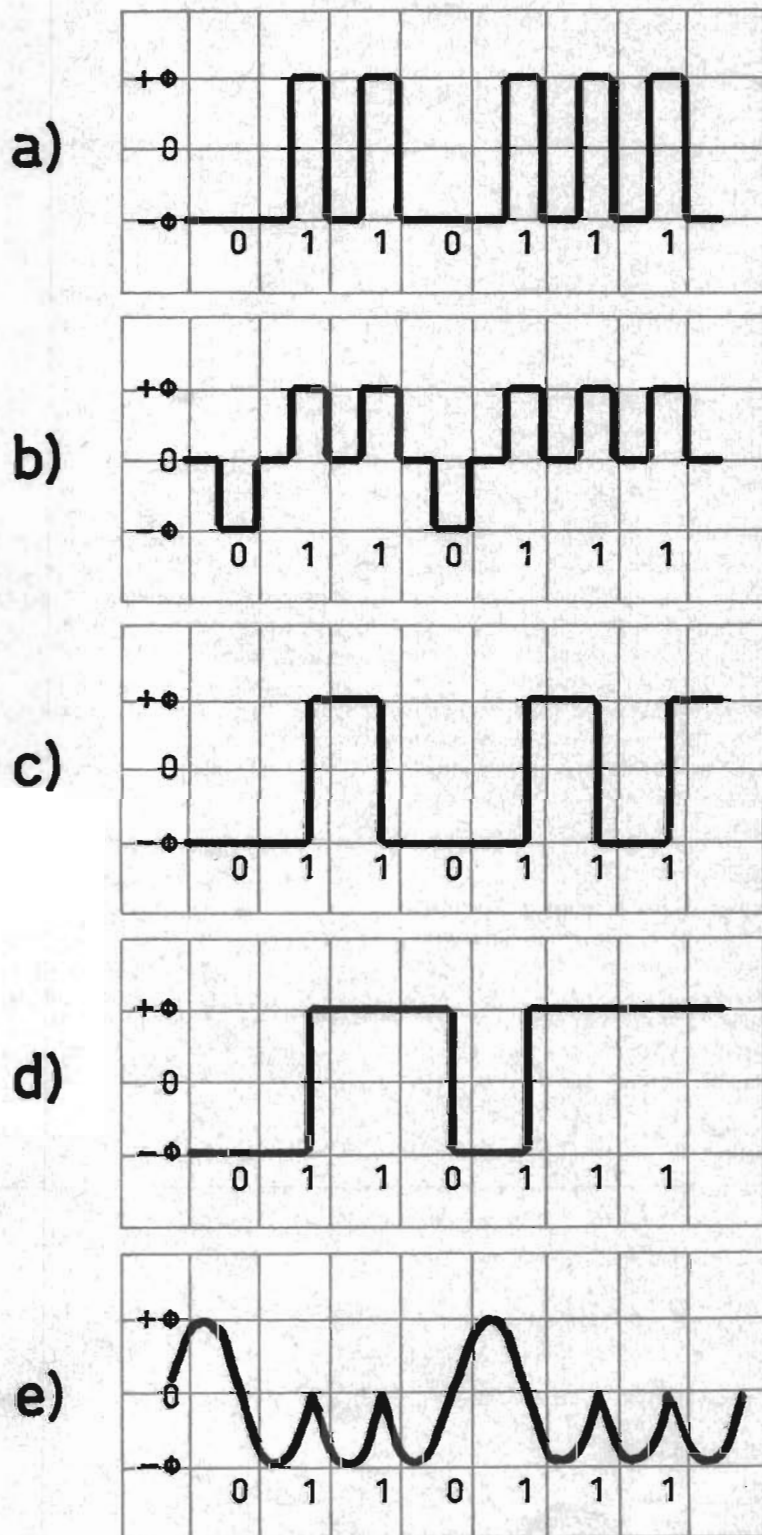

Fig 2. Fem olika registreringsmetoder tillämpade på sifferserien 0110111. Se texten.
Sättet att magnetisera det band som används när man skall registrera en bit kan variera. I *fig 2* ges en grafisk illustration på fem olika sätt för magnetisering vid registrering av serien 0110111.
I *fig 2 a* visas den sk RB-metoden (RB = return to bias) där mättningsavslutningen av bandet i en riktning avser »0» och mättningsavslutning i motsatt riktning avser »1».
RZ (RZ = return to zero) är beteckningen på den metod som illustreras i *fig 2 b*. I motsats till RB-metoden erhålls här en definierad puls för varje bit.
I *fig 2 c* och *d* visas två olika former av den sk NRZ-metoden (NRZ = non return to zero). Denna metod för registrering karakteriseras av att magnetiseringen ändras varje gång det förekommer en »1»-bit. Den form av metoden som visas i *c* kallas NRZ (M); (M = mark). Den fungerar så att magnetiseringen alltid ändras när »1» följs av »0» eller när »0» följs av »1». Den andra formen, som visas i *d*, kallas NRZ (C); (C = change). Denna karakteriseras av att magnetiseringen ändras vid »1»-bit men inte vid »0»-bit.
Även en sinusspänning kan utnyttjas, vilket framgår av *fig 2 e*. Här indikeras »1» av fasändring och »0» av ingen fasändring.
Fig 2. Baksidan av ett telefonstativ har ett virrvarr av ledningar och det kan ibland vara svårt att hitta rätt mätpunkt. På bilden visas baksidan av stativen för styrdelen med datamaskiner i L M Ericssons PMS-system. Observera att ledningsdragningen är gjord enligt ett system med jordplåt och med lödstiften placerade enligt ett koordinatsystem, som lämpar sig för automatisk ledningsdragning och förbindning.